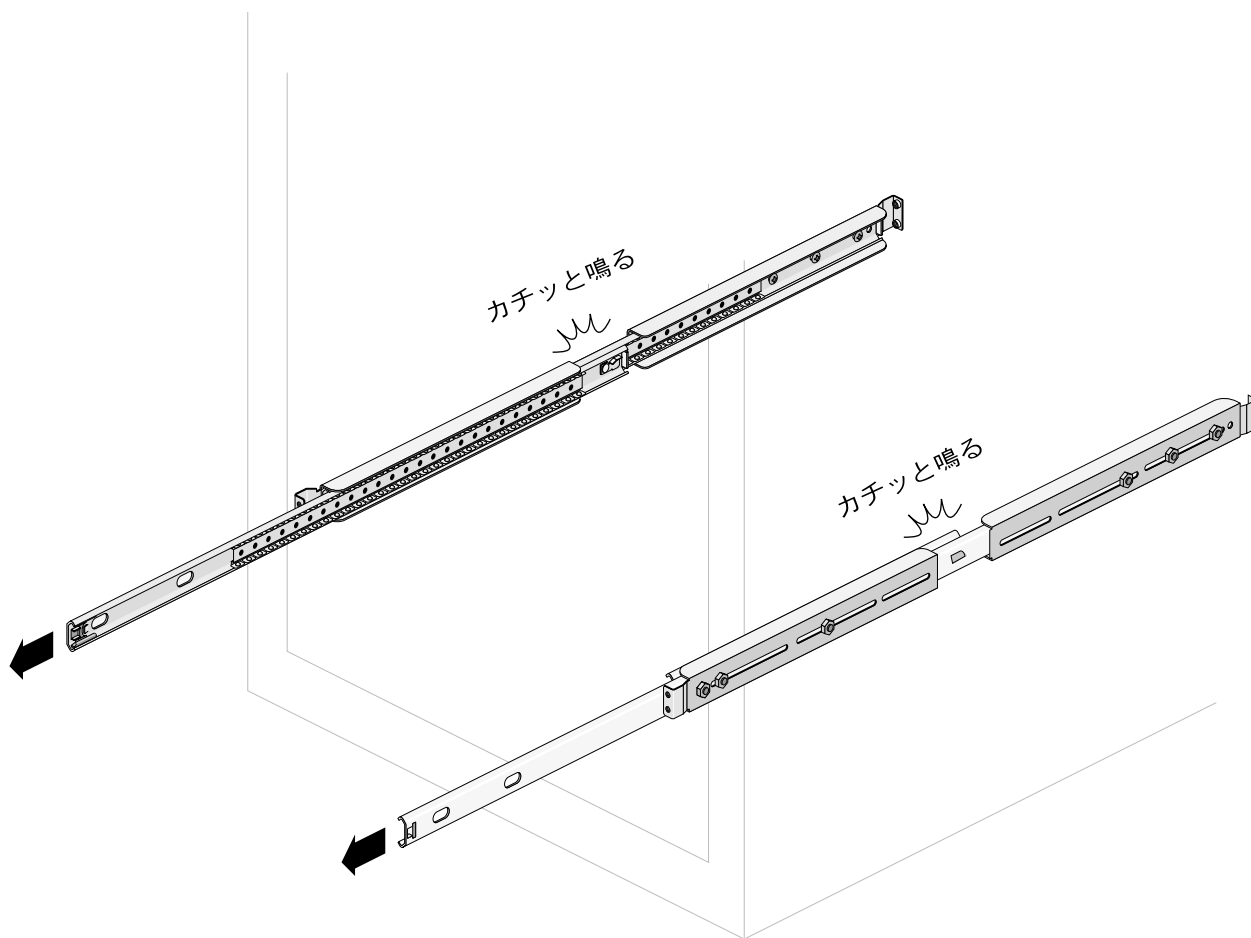

図 2-9 ラックスライドを伸ばす
1. 左右のスライドをラックから十分に伸ばして出します（詳細については、図 2-9 を参照してください）。十分に伸ばすと、カチッと音が鳴って固定されます。